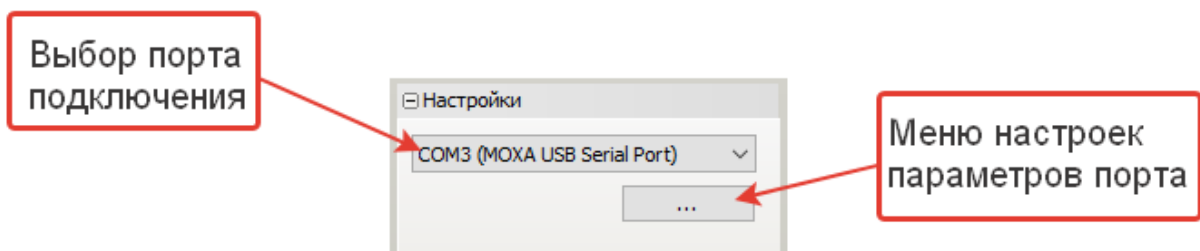

Рисунок 6 – Поле настройки параметров порта
- 1) Выбрать из перечня необходимый порт подключения (рисунок 6);